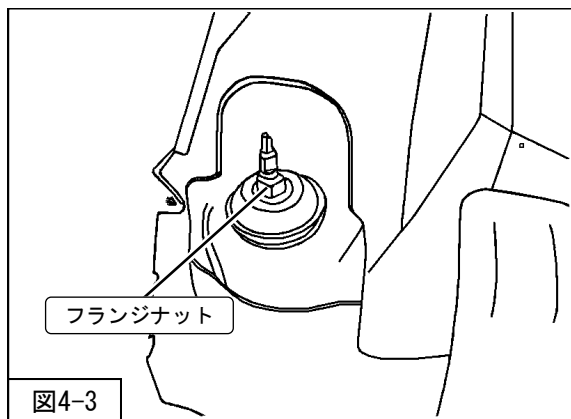

図4-3
- 4. フランジナット (締付トルク : 25N・m) を取付けてください。(図4-3)